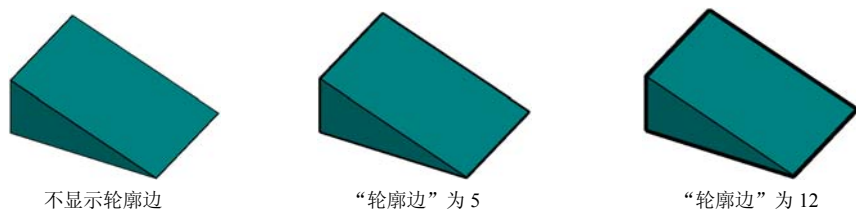

图 13-26 实体对象轮廓边
3) 轮廓边: 控制应用于当前视口的视觉样式中实体对象轮廓边的显示与否及显示时的宽度, 如图 13-26 所示。轮廓边不显示在线框或透明对象上。